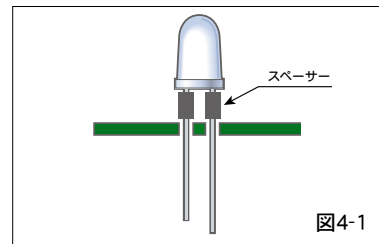

図4-1
④縦型LEDランプの実装について
- ①縦型LEDランプ（直付けタイプを除く）の基板への直付けについては、はんだ付け時の基板の反り・リードカット・クリンチ等の応力によって樹脂部の破損等につながりますので、基本的には保証できません。（やむを得ず実施される場合には事前に問題のないことを充分ご確認のうえご使用下さい。）
- ②直付けタイプ以外の縦型LEDランプの位置決めは、ストッパー付きタイプの採用やスペーサー等を用いて行ってください。（図4-1）